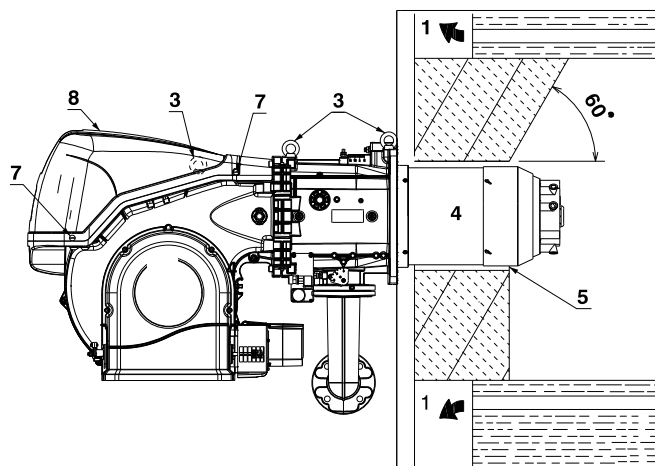

рис. 15
Для котлов с передними дымоходными каналами 1) (рис. 15) или камерой инверсии пламени между обшивкой котла 2) и дымовой трубой 4) должна быть установлена защита из огнеупорного материала 5).
Для котлов с передней частью с водяным охлаждением огнеупорная футеровка 2)-5) (рис. 15) не требуется, за исключением случаев, когда производитель котла прямо требует этого.
Подготовьте подходящую подъемную систему, используя кольца 3) (рис. 15), предварительно открутив крепежные винты 7) корпуса 8).
- Установите теплоизоляцию (прокладка фланца), входящую в комплект поставки, на пламенную трубу 4) (рис. 15).